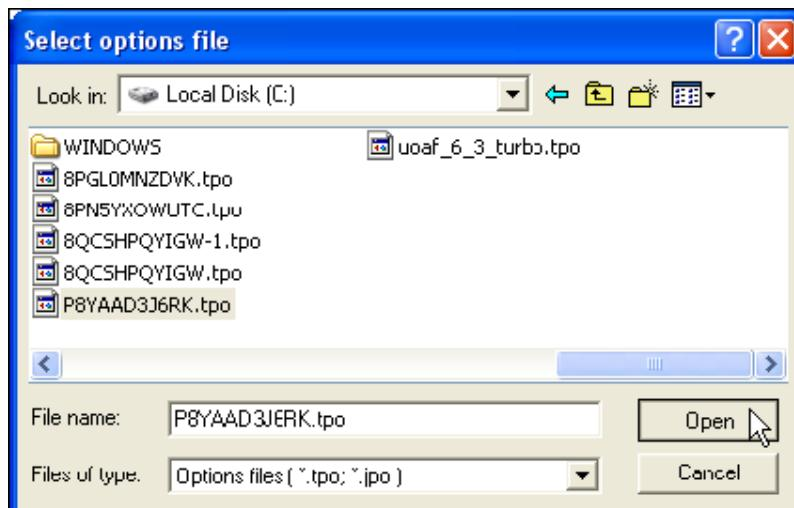

Рисунок 5-16. Загрузка ОАФ
3. Выберите каталог, где находится новый файл авторизации опций ОАФ. Эти файлы имеют расширения .jro или .tpo и уникальны для каждого приемника (см. рис. 5-16).
4. Выберите соответствующий файл и щелкните на кнопке *Open* (Открыть) (см. рис. 5-16). Новая опция приемника загрузится в приемник и таблица в диалоговом окне **Option Manager** обновится.